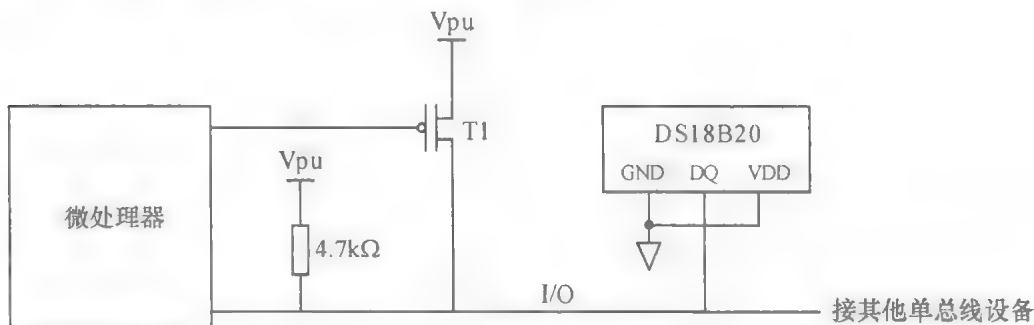

图 14.2 寄生电源供电方式
(1) 寄生电源供电方式，DS18B20 从数据线上汲取能量，在数据线处于高电平期间把能量储存在内部电容里，在数据线处于低电平期间消耗电容上的电能工作，直到高电平到来再给寄生电源（电容）充电。其电路连接如图 14.2 所示。